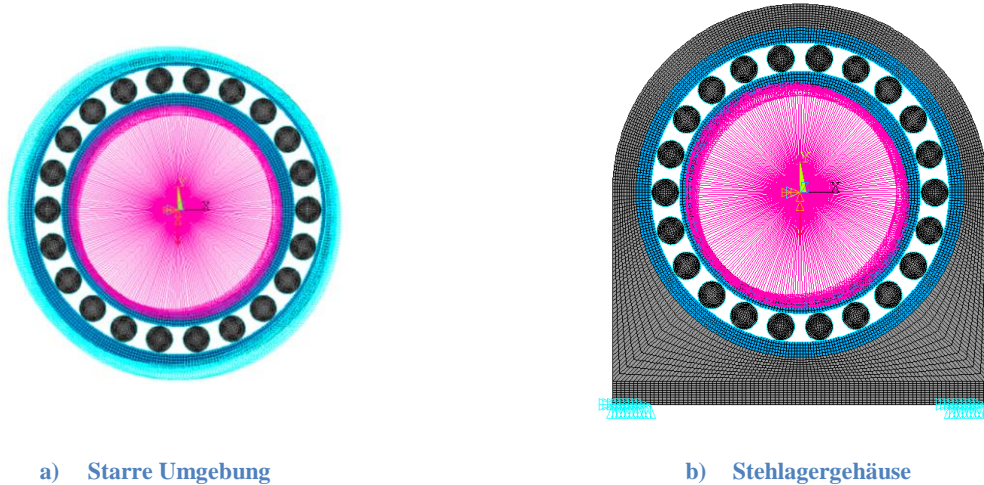

Abbildung 1 : Exemplarische FE-Modelle für die Erzeugung der Steifigkeitskennfelder des Außenrings
Der Einfluss der Verformung des Außenrings in Abhängigkeit der Belastung und der Anschlusskonstruktion wird mit einer Finiten Elemente (FE) Vorberechnung berücksichtigt. Für die folgenden Beispiele in Abbildung 1 wurde die FE Simulationssoftware ANSYS verwendet. Die berechnete Verformung des Außenrings wird über Textdateien der MKS zugänglich gemacht. Dabei werden definierte Belastungszustände eines Lagers vorberechnet. In der MKS werden die Ergebnisse aus verschiedenen Belastungsergebnissen dann entsprechend interpoliert und in der dynamischen Berechnung berücksichtigt.